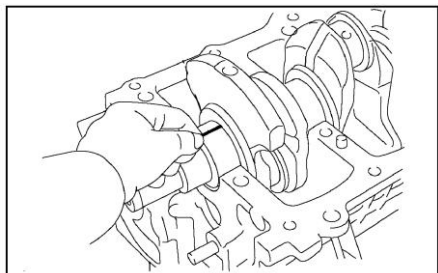

Рисунок II-223
- 3) Вставьте пластиковый щуп для измерения масляного зазора коленчатого вала как показано на рисунке. ((см. Рисунок II-223)